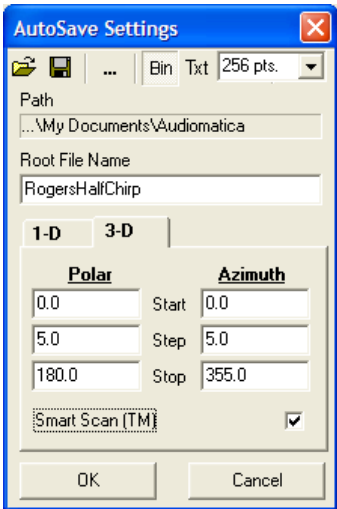

Figure 12.23
Si impostano innanzitutto i settaggi della funzionalità di salvataggio automatico (consultare anche 5.3). Premendo **Alt-F2** si richiama la finestra di dialogo AutoSave Settings (fig. 12.23); qui è necessario scegliere la linguetta della modalità 3-D, inserire il prefisso del nome di file (Root File Name) desiderato ('RogersHalfChirp'), ed i valori per gli angoli: polar start (0), polar step (5), polar stop (180), azimuth start (0), azimuth step (5) e azimuth stop (355).